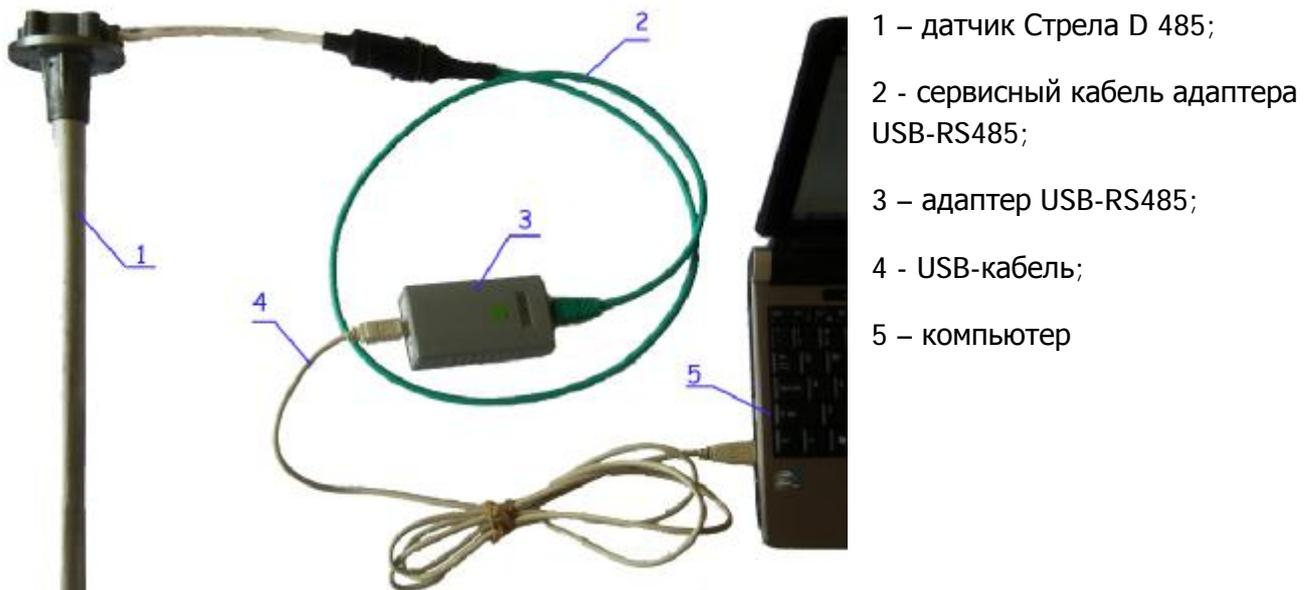

рис. 1 Схема подключения
1. Подключить датчик (1) в сервисный кабель (2) адаптера USB-RS485 (рис. 1).
2. Подключить сервисный кабель к адаптеру (3).
3. Подключить к адаптеру к usb порту компьютера (5) через USB-кабель (4).